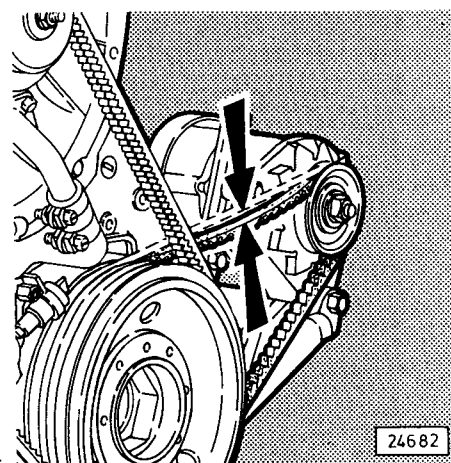

Fig. 44
- Prüfen durch Daumendruck (Fig. 44), ob sich der Keilriemen zwischen den Keilriemenscheiben um nicht mehr als ca. 10–15 mm eindrücken läßt.